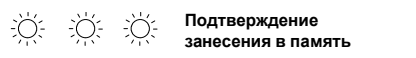

Fig. 2.35
- 8 Для занесения в память установленной настройки, держать нажатой кнопку перезапуска бойлера приблизительно 5 секунд, все индикаторные лампы будут одновременно мигать, как описано в Fig. 2.35.